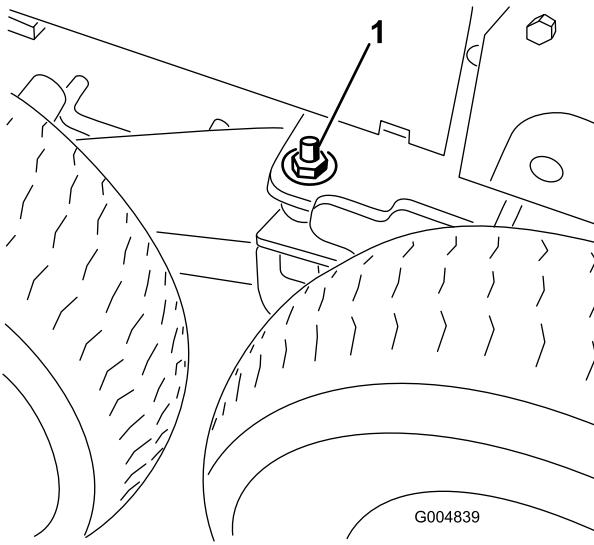

Figura 46
17. Retire la arandela plana (1/2 pulgada) y la tuerca (1/2 pulgada) instaladas en el espárrago del pivote del bogie (Figura 46).
23. Baje el gato hasta que el bastidor quede apoyado sobre las ruedas delanteras. Instale las arandelas planas (1/2 pulgada) y las contratuerca en el espárrago del pivote del bogie (Figura 46) y apriételas a 75 pies-libra (102 N·m).